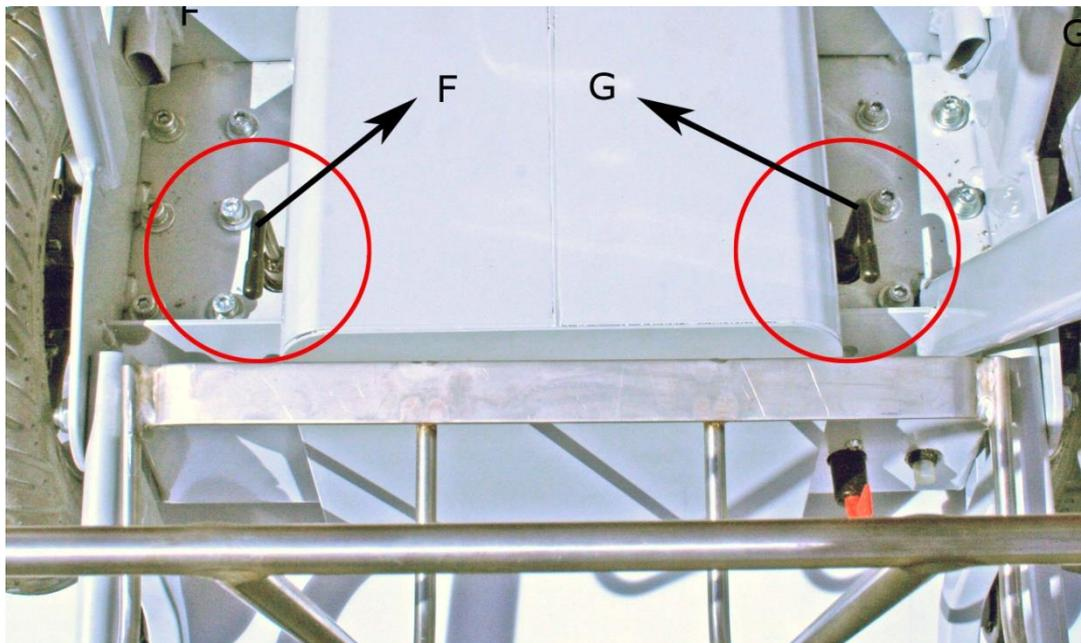

Abbildung 7
- Der linke Griff muss, um den linken Motor zu entriegeln, im Uhrzeigersinn (Abbildung 7 F) um ein Viertel gedreht werden.
- Der rechte Griff muss, um den rechten Motor zu entriegeln, gegen den Uhrzeigersinn (Abbildung 7 G) um ein Viertel gedreht werden.